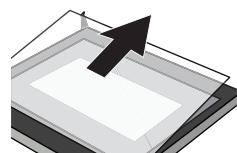

Abbildung 5
5. Schieben Sie das Glas in Pfeilrichtung aus Abbildung 5. Nehmen Sie das Glas vorsichtig aus der Halterung.